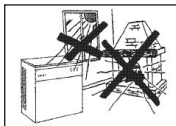

Abb. 12.
- e) Die Maschine muss fern von Hitzequellen und an einer gut belüfteten Stelle stehen. Einen Freiraum von mindestens 20 cm an den Seiten und an der Rückwand lassen (Abb. 12 – 14).